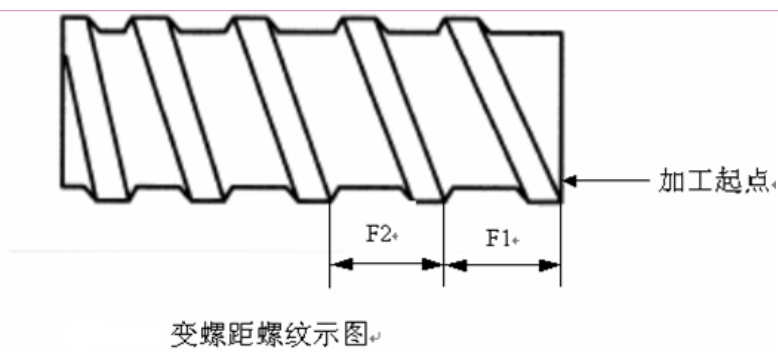

图 3-40
- F1<F2 时，R 为正值时螺距递增 (如图 3-40);